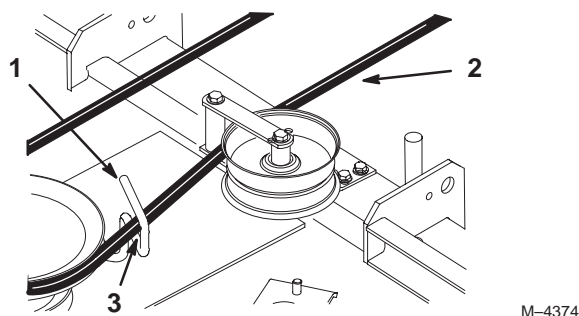

Figure 72
11. Pivotez le guide-courroie à l'arrière de la tondeuse pour l'éloigner de 3 à 7 mm du côté vertical de la courroie de PdF (Fig. 72).